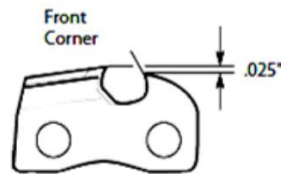

Figure.15
3. entfernen Sie das Werkzeug für die Tiefenlehre. Runden Sie mit der Flachfeile die vordere Ecke des Tiefenmessgeräts ab (siehe Abbildung 15). Nach mehreren Handfeilen sollten Sie ein autorisiertes Servicezentrum oder eine Schärfservicemaschine aufsuchen, um die Kette zu schärfen. Dies wird sogar die